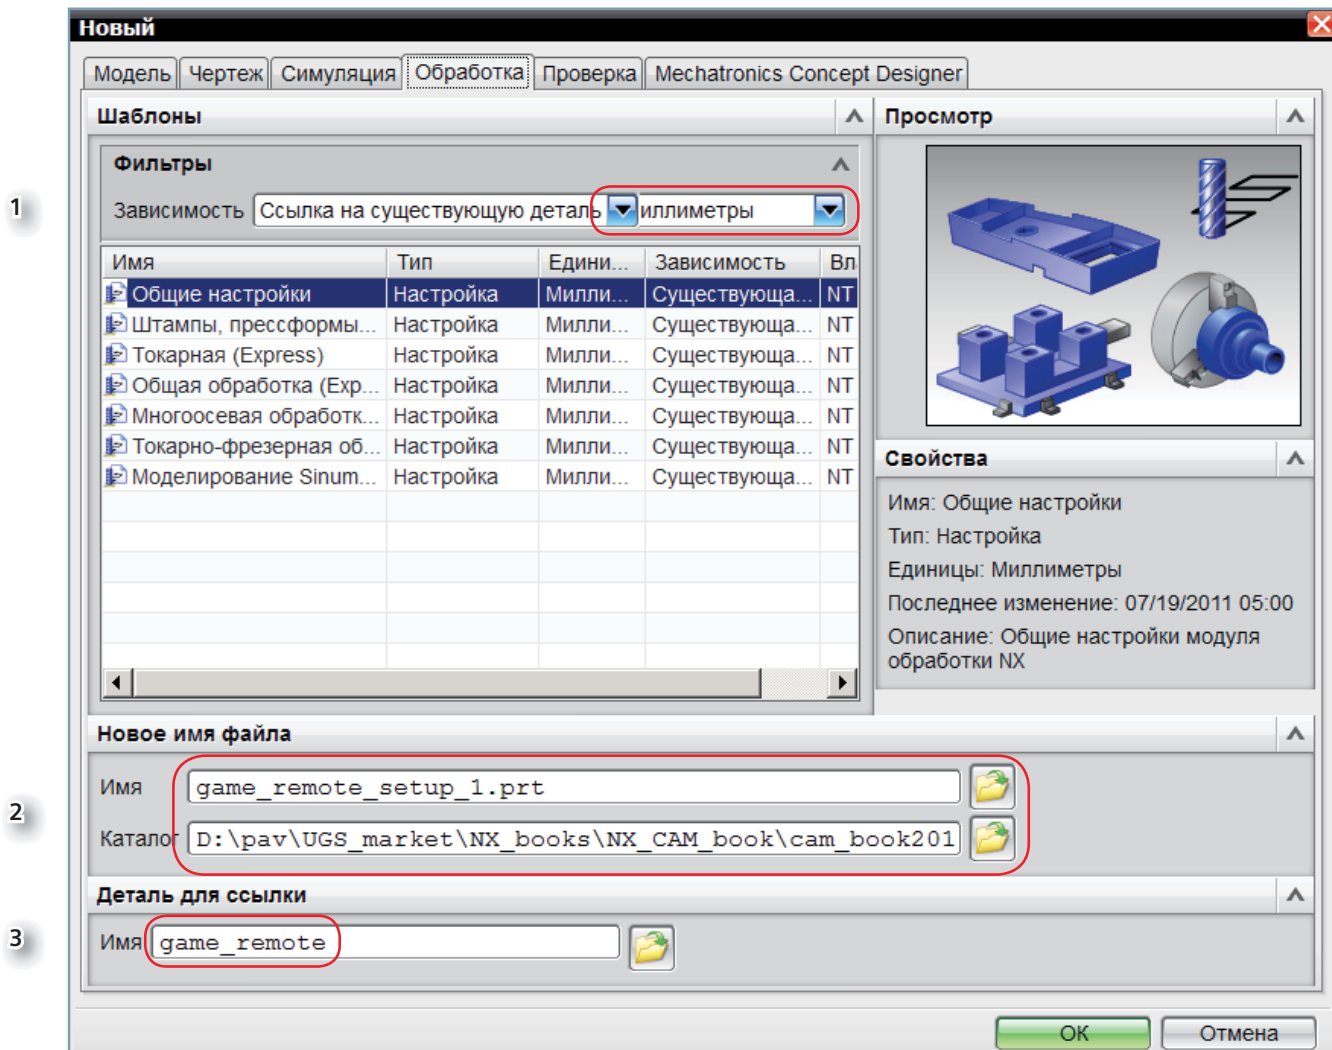

Рис. 1.9. Диалоговое окно инициализации обработки
- Выполните **Файл – Новый**, на экране появляется диалоговое окно (рис. 1.9), с помощью которого можно уточнить тип создаваемого объекта.